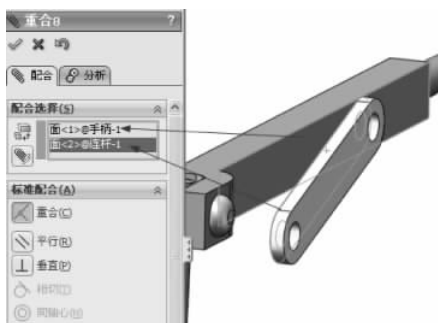

图 3-21 重合配合
(3) 继续进行添加配合操作,在【标准配合】选项组下选择【重合】配合类型,在【配合选择】选项组下的选择框中选择手柄一侧面和连杆一侧面,如图 3-21 所示,单击【确定】按钮。